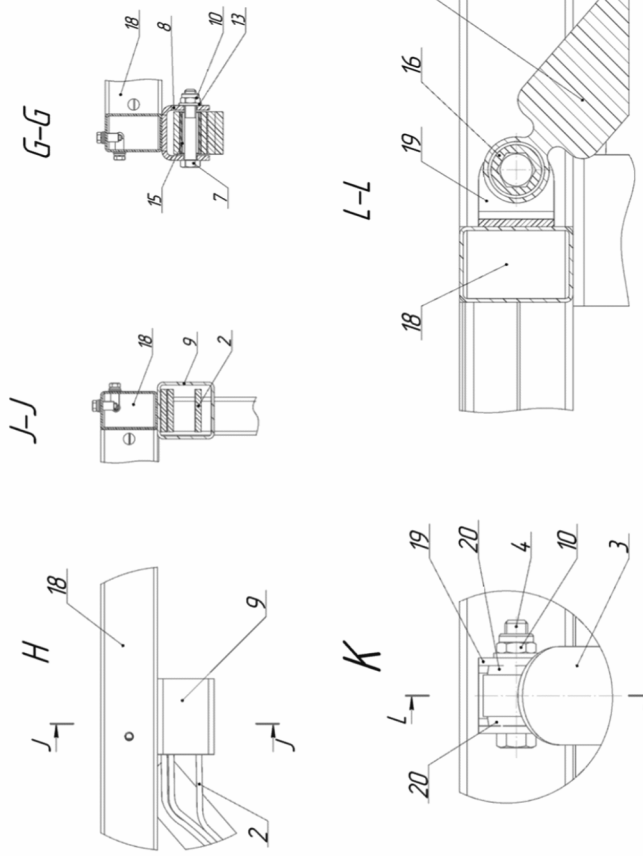

Рис. 3. Подвеска колес.
4.7. Подвеска колес (рис.3) зависимая на двух продольных рессорах с гидравлическими амортизаторами. Рессора (2) вставляется задним концом в кронштейн рамы (9) (рис.3 вид F и H) и крепится передним концом к кронштейну рамы (8) болтом (7), шайбой (13) и гайкой (10). Амортизаторы (3) крепятся болтами (4), шайбами (13) и гайками (10) к кронштейнам (19) на оси (1) и балке рамы (18) (рис.3 вид K). Ось (1) крепится к рессорам (2) с помощью стремянок (5) и площадок стремянок (6), которые, в свою очередь, через шайбы (17) закреплены гайками (12) (рис.3 вид E).